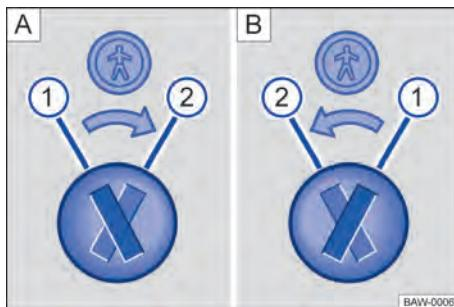

Fig. 47 Trava de segurança para crianças: **A** porta traseira esquerda, **B** porta traseira direita.
Legenda para → Fig. 47:
- Introduzir a haste da chave na ranhura da trava de segurança para crianças para ativar ou desativar → **Fig. 47**.